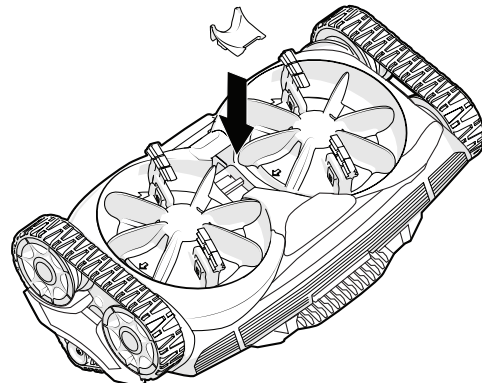

Figure 11. Replacer l'adaptateur modulaire d'entrée
2. Appuyer sur l'adaptateur modulaire d'entrée jusqu'à ce qu'il s'enclenche en place (figure 11).